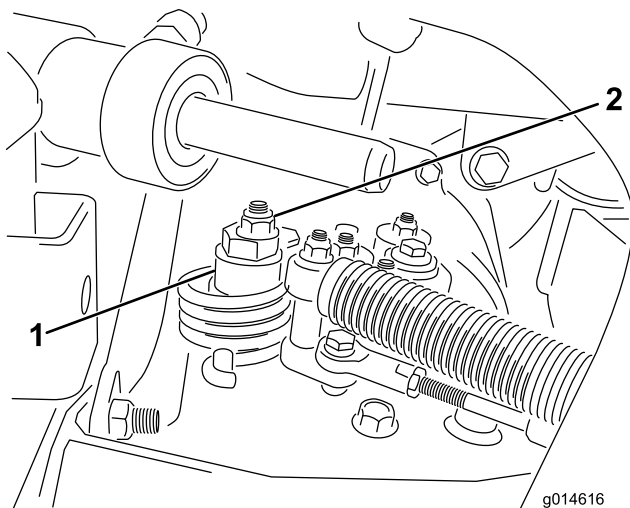

Bild 51
- A. Lösen Sie die Mutter, mit der der Exzenter oben am Hydostat befestigt ist (Bild 51).
- C. Drehen Sie den Exzenter, bis kein Kriechen in jeder Richtung auftritt. Ziehen Sie die Schraube fest, wenn sich das Rad nicht mehr dreht, um den Exzenter und die Einstellung zu arretieren (Bild 51). Überprüfen Sie die Einstellung mit dem Gasbedienungshebel auf Langsam“ und auf Schnell“.